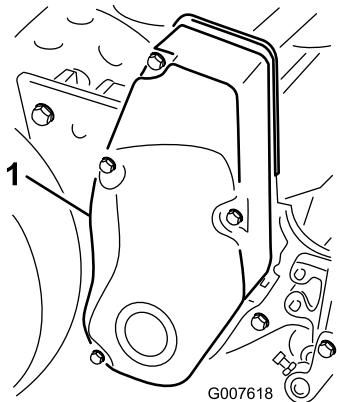

図 34
- ベルトカバー取り付けネジを外してカバーを取り、ベルトを露出させる（図 34）。